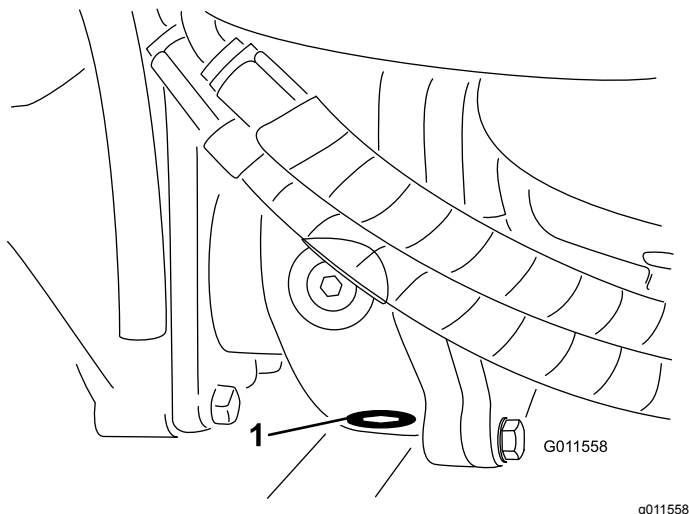

Figura 109
5. Pulite l'area circostante il tappo di spurgo sul fondo della scatola degli ingranaggi (Figura 109).